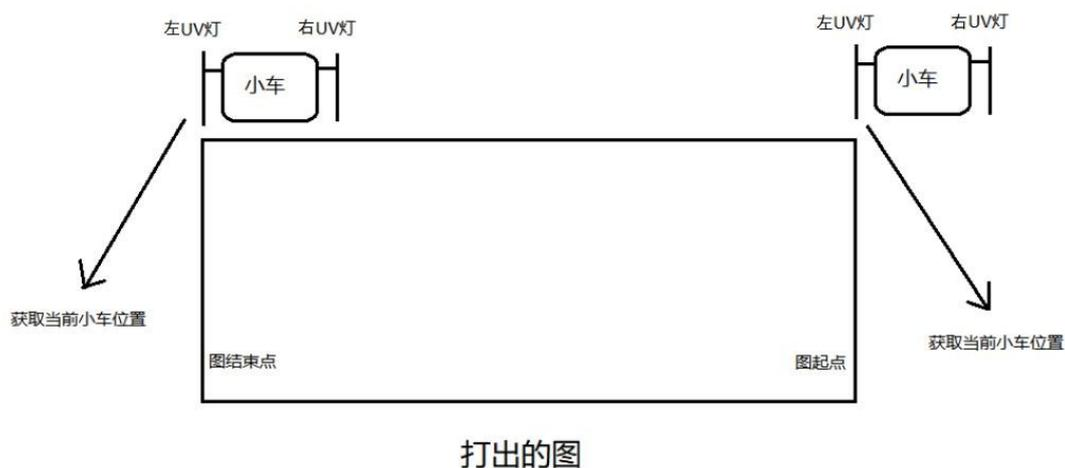

图 1
- 7) UV 右灯闪烁为下键，校准流程参照图 1
说明：根据图 1 示意图来左右移动小车，定位左 UV 灯开始亮灯/结束关灯的位置
说明：根据图 1 示意图来左右移动小车，定位右 UV 灯开始亮灯/结束关灯的位置